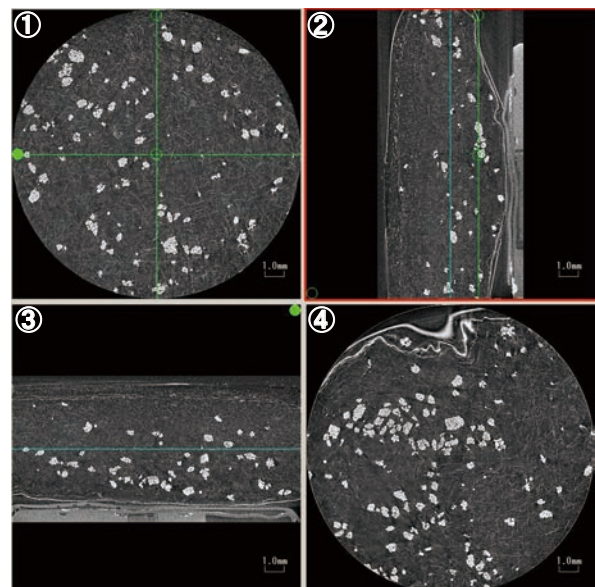
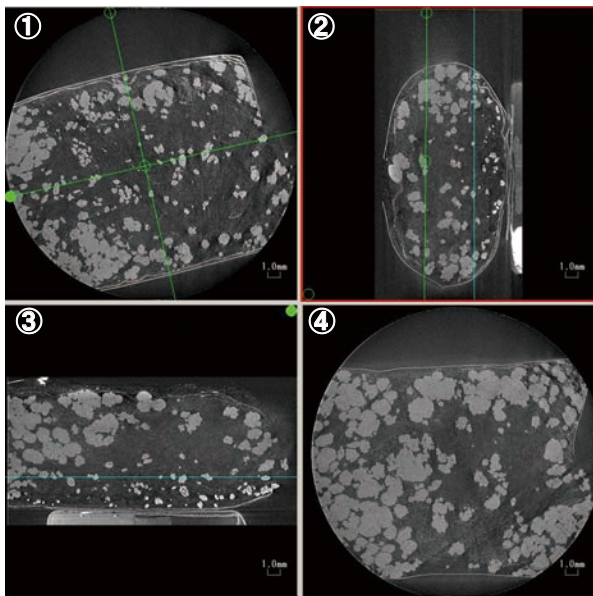

Fig. 3 紙おむつ MPR 画像
Fig. 4 紙おむつ MPR 画像 (吸水)
Fig. 3 は吸水前の紙おむつの MPR 画像を示しています。MPR 画像は複数枚の CT 画像を仮想空間上に積み上げて、CT 画像①／互いに直交する断面画像②、③／縦断面画像に直交する任意断面画像④を四つ並べて表示する表示方法です。Fig. 3 の MPR 画像において、右上②・左下③の画像が紙おむつの厚み方向の断面を現しています。左上①の画像において、繊維状に見えるのが綿状パルプであり、白い粒子状のものが高吸水性高分子です。綿状パルプ内に高吸水性高分子が点在しているのがわかります。右下④の画像は右上②の画像中の緑色ラインでカットした断面を表示しており、①とは異なる位置の断面を示しています。
次に、Fig. 3 の紙おむつに吸水させた後の MPR 画像を Fig. 4 に示します。右上②、左下③において、紙おむつ上部の高吸水性高分子が吸水し、体積が増大しているのがわかります。また、加えた水が少なかったため、紙おむつ下部に存在する高吸水性高分子は吸水していないことがわかります。